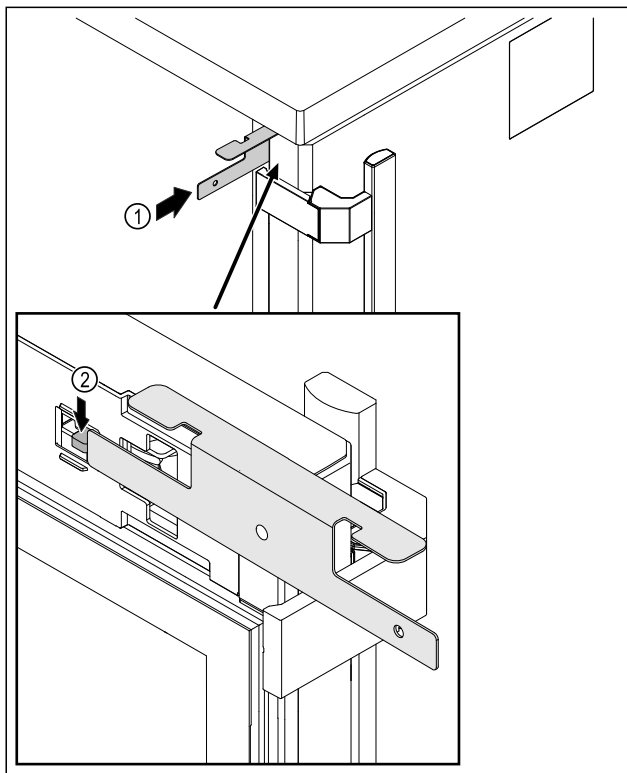

Fig. 218
- Stick in nödupplåsningsnyckeln Fig. 218 (1) mellan dörren och skåpets stomme.
- Tryck låshaken Fig. 218 (2) i riktning mot gångjärnet.